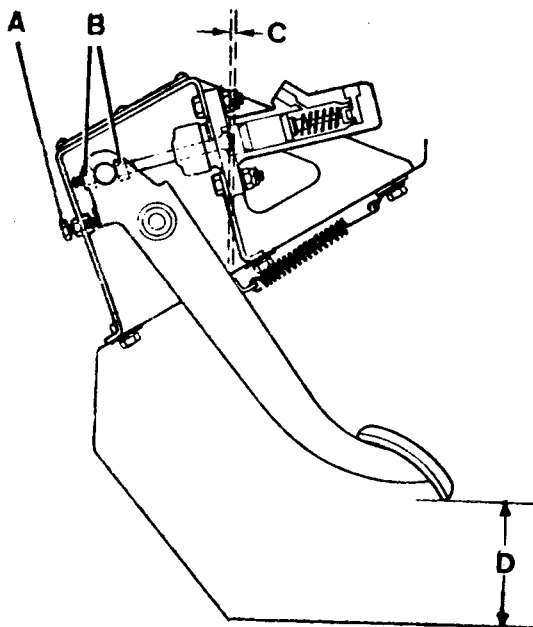

Fig. B2-7 - Ajuste del pedal y varilla del cilindro principal.
- 3.1.- Una vez aflojadas las contratuercas (fig. B2-7) de la varilla de empuje del cilindro, se comprobará si la separación entre la parte inferior del pedal y el piso de la cabina es de 140 mm. En caso necesario, el ajuste se hará por medio del tope correspondiente.